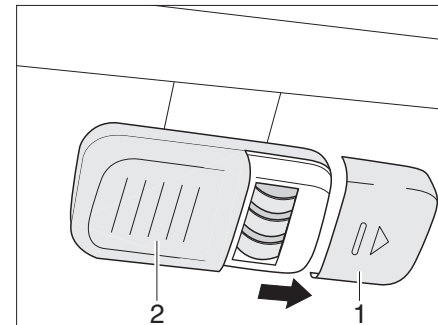

Fig. 267 Eclairage de la penderie avec DEL, compartiment à piles ouvert
- Retirer les piles (Fig. 267,2) du support de piles.
- Mettre de nouvelles piles (Fig. 267,2) de même type en place en veillant à la polarité correcte (+/-).
- Repousser le couvercle (Fig. 267,1) en place.